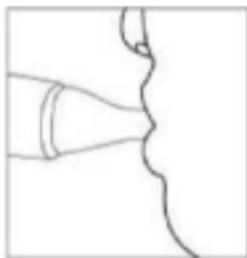
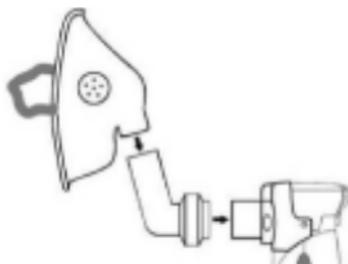

Fig. 10
Fig. 11
- Uso do bocal: coloque o bocal na boca e feche levemente os lábios para facilitar a fluidez do líquido nebulizado até o local lesionado (vide a Fig. 10).
(2) A máscara deverá ser usada para medicar através das cavidades nasais e/ou garganta.
- Instalação da máscara: conecte sucessivamente o adaptador para a máscara e a máscara na direção da seta (vide a Fig. 11).